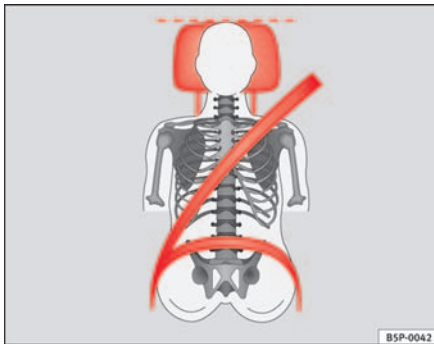
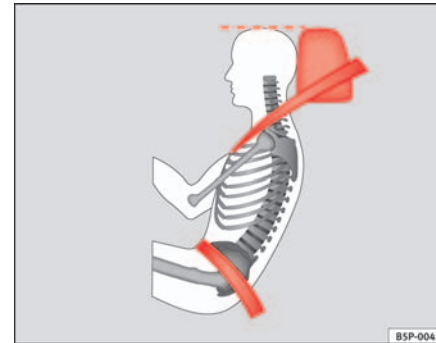

Abb. 90 Von vorne betrachtet: richtig eingestellte Kopfstütze und korrekter Gurtbandverlauf
Abb. 91 Von der Seite betrachtet: richtig eingestellte Kopfstütze und korrekter Gurtbandverlauf
- Stellen Sie die Kopfstützen so ein, dass sich die Oberkante der Kopfstütze möglichst auf einer Linie mit dem oberen Teil Ihres Kopfes, bzw. mindestens auf Augenhöhe befindet ⇒ Abb. 90 und ⇒ Abb. 91.